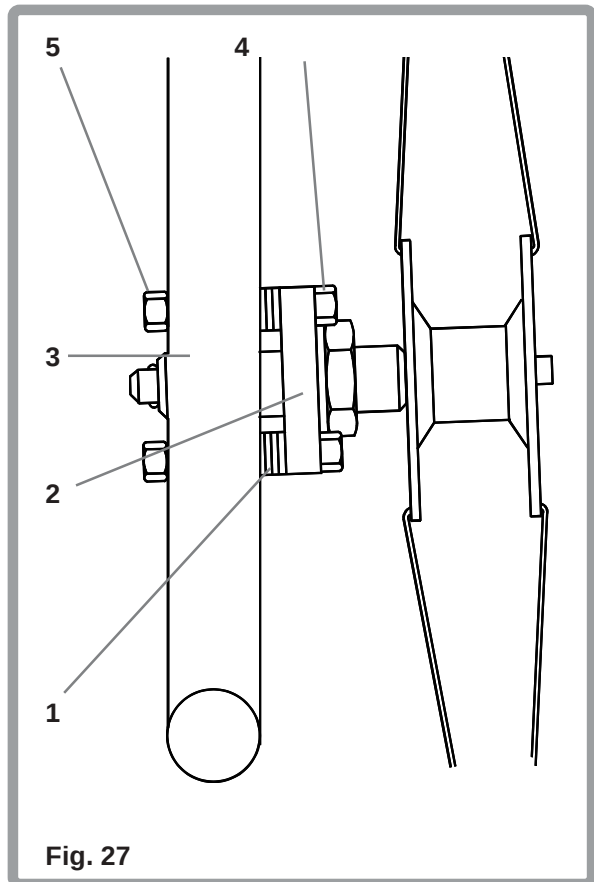

Fig. 27
De camberstand is op de fabriek op 2° afgesteld (Fig. 27). Meer of minder camberstand kan bereikt worden door het meer of minder monteren van het aantal camberringen (1). De ringen zijn geplaatst tussen de onderkant van de asplaat (2) en het frame (3). De bouten (4) en moeren (5) dienen verwijderd te worden (gebruik 10 mm ringsleutels). Monteer het vereiste aantal camberringen en draai de bevestigingsbouten en moeren vast op een aanhaalmoment van 8-10Nm.